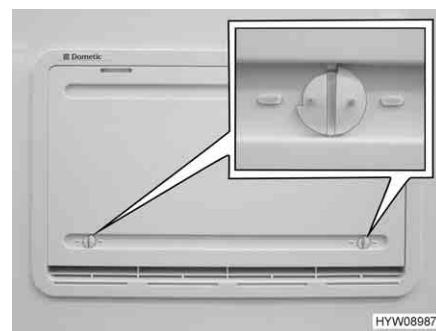

Fig. 155 Copertura invernale
Le coperture invernali (Fig. 155) proteggono il gruppo frigorifero dall'aria fredda. Posizionare le coperture invernali davanti a entrambe le griglie di aerazione quando la temperatura esterna scende al di sotto di +10 °C (sia per funzionamento elettrico che a gas).
- Aprire entrambi i bloccaggi (Fig. 155), la scanalatura risulterà orizzontale.